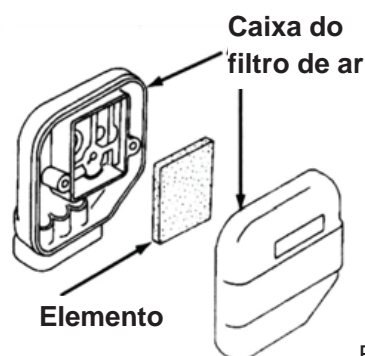

Fig.21
3. Siga as instruções conforme indicado na Fig. 21.